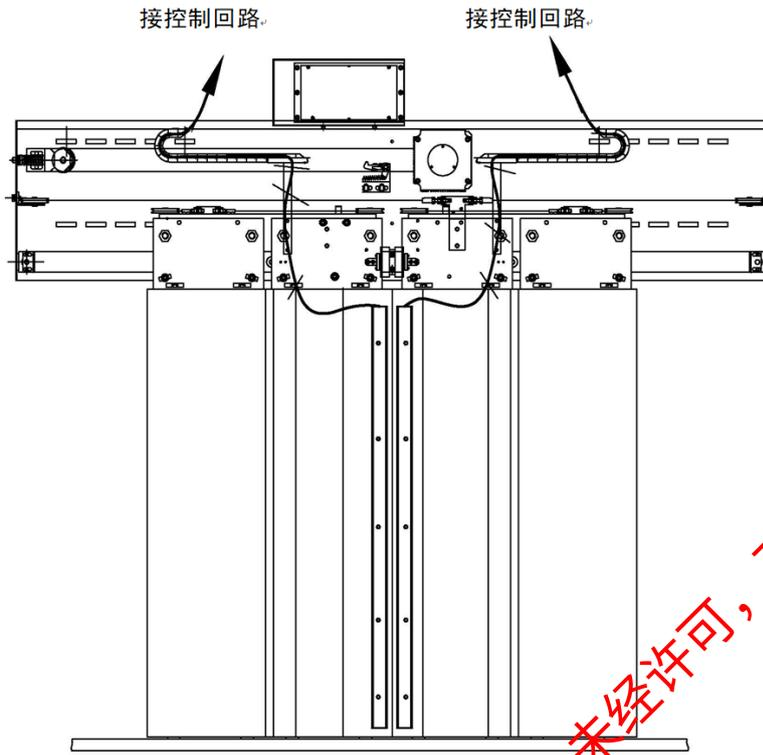

图 3-10 光幕走线 (旁开门可参考该图)
1. 光幕装在快轿门上，光幕电缆线在轿门上用倒拉式扎带扎紧，并沿着坦克链支架，穿过坦克链，接到轿顶接线盒安全回路上。见图 3-10 光幕走线